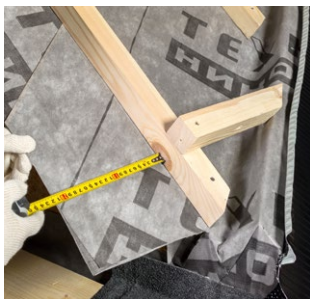

Рис. 8
- **фронтоном**, то пленка должна свисать на 20 см с фронтовой стропильной конструкции для фиксации пленки после монтажа элементов фронтона (рис. 8).